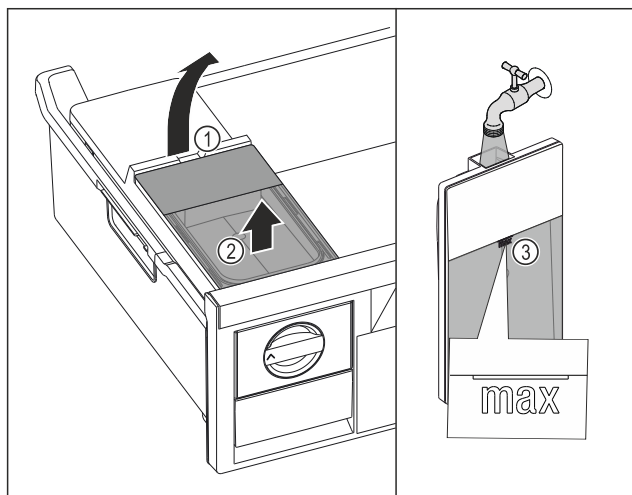

Fig. 76
- ▶ Zvedněte nádržku na vodu za vybrání Fig. 76 (1).
- ▶ Vyměňte nádržku na vodu nahoru. Fig. 76 (2)
- ▶ Naplňte nádržku na vodu pitnou vodou až po značku Fig. 76 (3).